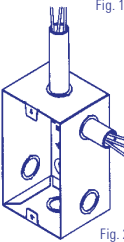

Fig. 2
- Introduzca los conductores eléctricos en el gabinete a través del tubo flexible, utilice tuercas de unión para tubo flexible u otros métodos aprobados para tal propósito. (Fig. 2)